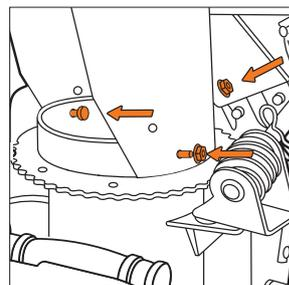

Рис. 10
- Установите желоб на отверстие выброса снега и закрепите его тремя болтами М8х20 и гайками М8 (Рис. 10).